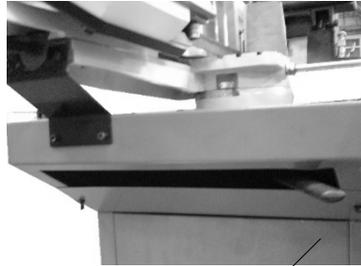

Fig. 6 A
1. Tirez la barre (A) (Fig. 6) de balancement et maintenez la barre.
2. Poussez pour tourner la base pivotante à l'angle désiré. Reportez-vous à l'échelle sur (B) pour le degré.
3. Verrouillez la barre (A), puis lancez la coupe.